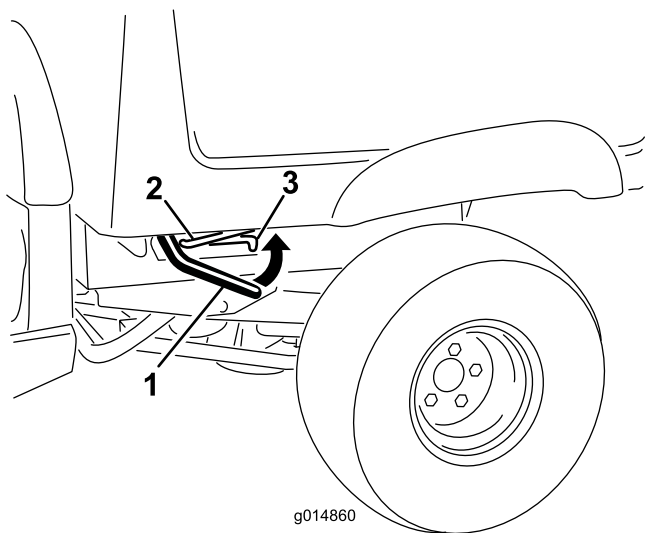

Figura 13
1. Alzate la leva su ciascun lato del pianale e sollevate il pianale stesso (Figura 13).
1. Sollevate il pianale leggermente sollevando la leva di fermo (Figura 13).